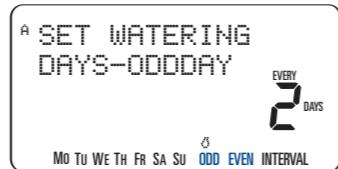

Abbildung 9:
- Taste **NEXT** (Weiter) drücken, bis „**ODD**“ (Ungerade) in der Anzeige blinkt. Soll die Bewässerung an jedem ungeraden Tag ausgeführt werden, Taste **ENTER** (Eingabe) drücken, um die Programmierung zu bestätigen. [Siehe Abbildung 9]